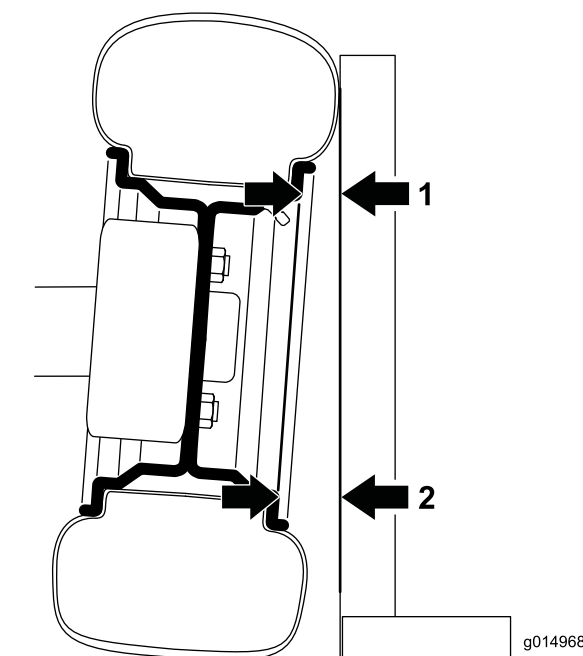

図 60
1. キャンバを測定するには、直角定規の直角の角をタイヤの正面に接触させる 図 60。
2. タイヤから直角定規までの距離を、タイヤの上下でリムの同じ部分から測定する 図 60。